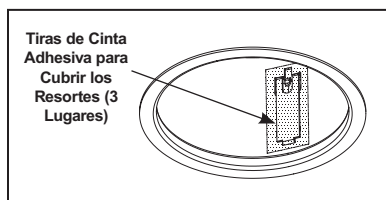

Figura 4
**Paso 5.** Para sellar la carcassa después de confirmar una operación correcta, aplique las tiras de cinta adhesiva proporcionadas para cubrir por completo cada uno de los clips de retención y las ranuras. No sustituya con otros materiales (Figura 4).